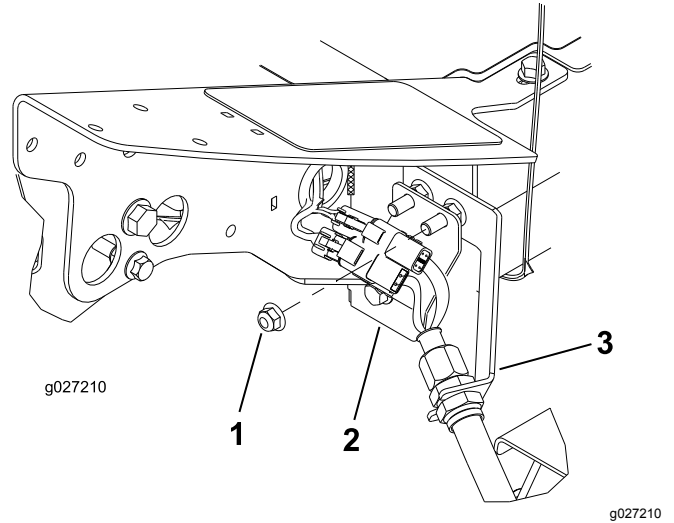

図 12
1. フレームの左前コーナー 4 番カッティングユニットの位置の、バルクヘッドブラケットをマシンに固定しているボルトについている余分のフランジナットを取り外す 図 12。
3. バルクヘッド取り付けボルトにコネクタプレートを通す。コネクタは 図 12 に示すように通す。